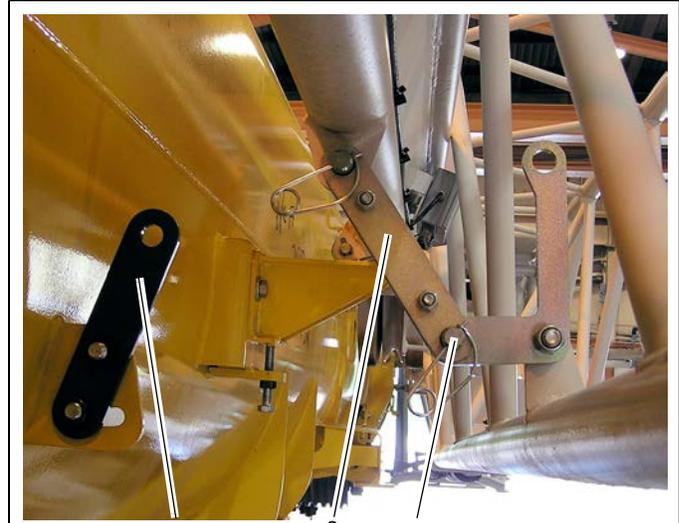

FIGURA 4-31
5. Quite el pasador (1) (Figura 4-31) de la barra de bloqueo (2). Mueva la barra de bloqueo (2) a la barra de fijación (3) de la sección de la base, e instale el pasador. Fije con la pinza de retención.